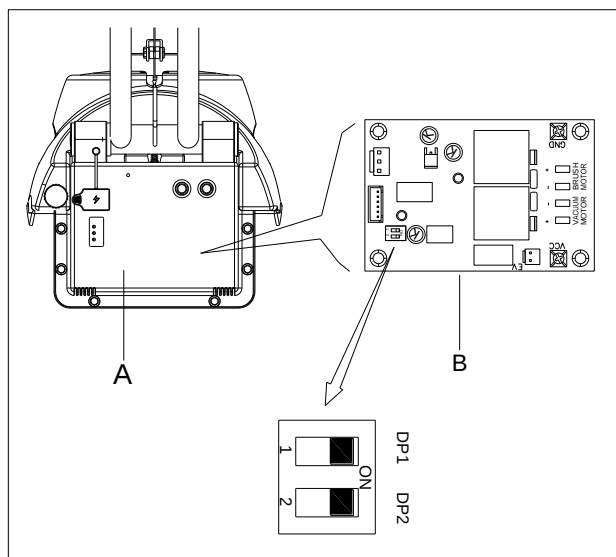

FIGURE 5
1. Éteignez la machine et retirez le couvercle (A comme à la Figure 5) de la machine. Vous trouverez la carte PCBA de contrôle principal (B comme à la Figure 5). La carte PCBA imprimée comporte 2 commutateurs (DP1 et DP2).